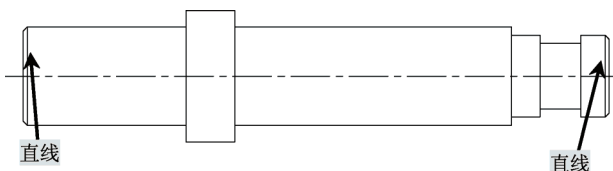

图 2-17 绘制直线
6) 执行“直线”命令 (L), 对图中倒角位置绘制直线段, 如图 2-17所示。